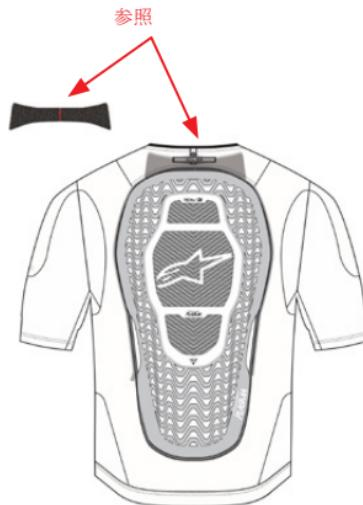

図27：バックプロテクター（4）を取り付けます
2. エアバッグの挿入、バックプロテクター（4）の取り付け - エアバッグ（11）を再び挿入し、次にバックプロテクター（4）をベースレイヤー（1）に取り付けます。この際、図27に示すように、プロテクターの上側のマジックテープ部分をベースレイヤー（1）に正しく取り付けるように注意してください。
3. エアバッグ（11）の取り付け - エアバッグ（11）をベースレイヤー（1）に取り付ける12個の接続ループをすべて閉じます。エアバッグ（11）の色のラベルとベースレイヤー（1）の色のラベルを合わせるようにし、ウェア内の2つの開口部を使用して前面の接続ループにアクセスします。図27に示されているように、システムの再組み立てを容易にするために、ラベルの番号付けに従うようにしてください。さらに、エアバッグ（11）がシステム内に適切に配置されていることを確認し、特に肩の部分でエアバッグ（11）に折り目やねじれがないことを確認してください。12個の接続ループがすべて正しく配置され、ベースレイヤー（1）にしっかりと取り付けられていることを再度確認してください。